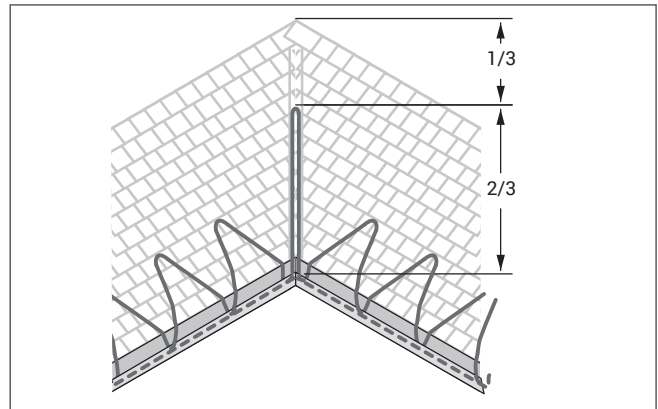

Figure 8. Vallées
- Tracer une double longueur de câble aux deux tiers de la vallée vers le haut, comme il est illustré à la figure 8.